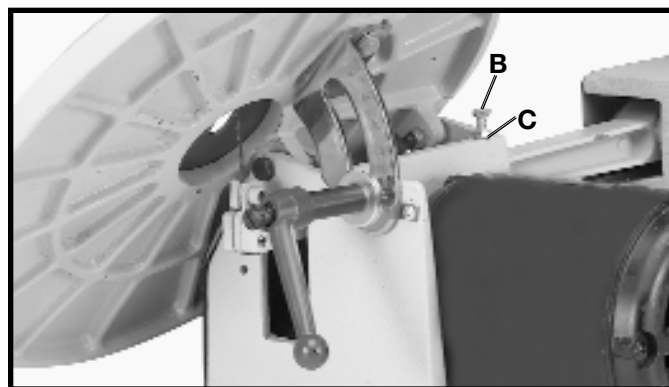

Fig. 33
3. Si elle n'est pas à 90 degrés par rapport à la lame, régler la table en établissant certains contacts de vis (B) fig. 33, avec le bas de la surface de la table lorsque cette dernière est perpendiculaire. La vis (B) se règle en desserrant l'écrou (B). Visser et dévisser la vis (B) jusqu'à atteindre la distance recherchée puis serrer l'écrou (C).